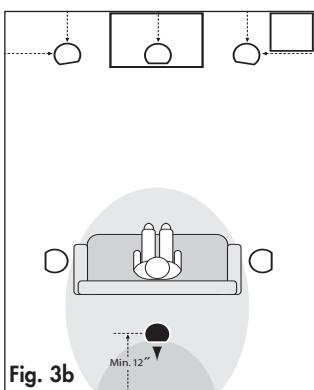

Fig. 3b
- 6. 1-*Placement du canal arrière (Fig. 3b): Commencez par '5. 1-Placement du surround canal' (ci-dessus). Centrer un hautparleur derrière la zone d'écoute, l'ensemble des hautparleurs étant dirigé vers le mur arrière.*